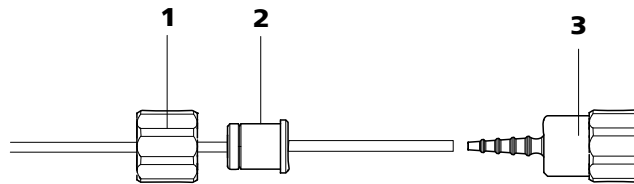

Figura 31 Instalación de una conexión de tubo de bomba sin filtro
- **Caso B:** una conexión de tubo de bomba **sin filtro** 6.2744.160 (véase Figura 31, página 57).